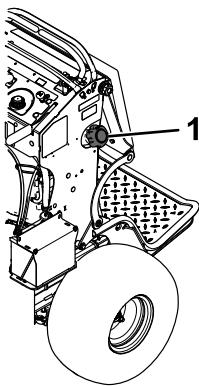

Figura 47
3. Limpe a zona em redor da tampa do depósito de combustível para impedir a entrada de detritos no depósito de combustível (Figura 47).